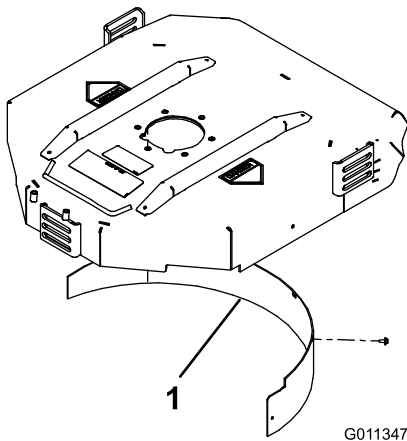

Figure 10
2. Montez le déflecteur de mulching dans l'ouverture arrière et fixez-le avec 5 boulons à embase (Figure 10).